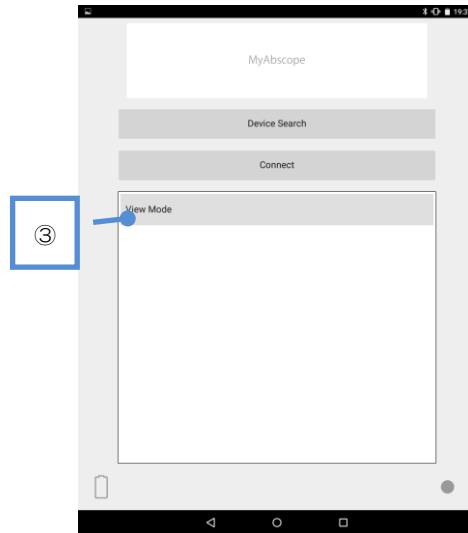

図 2-7：View Mode の選択表示画面
前述の(1)～(3)に従い装置本体とソフトウェアの立ち上げを行なった後、③の“View Mode”をタップすると、背景色が変わり（図 2-7）、選択表示されます。